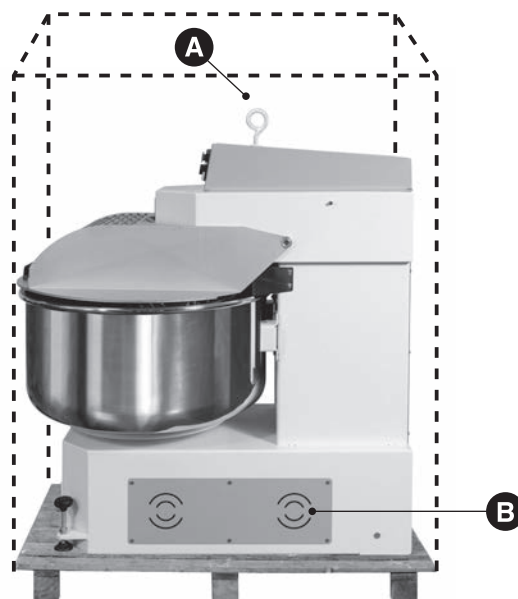
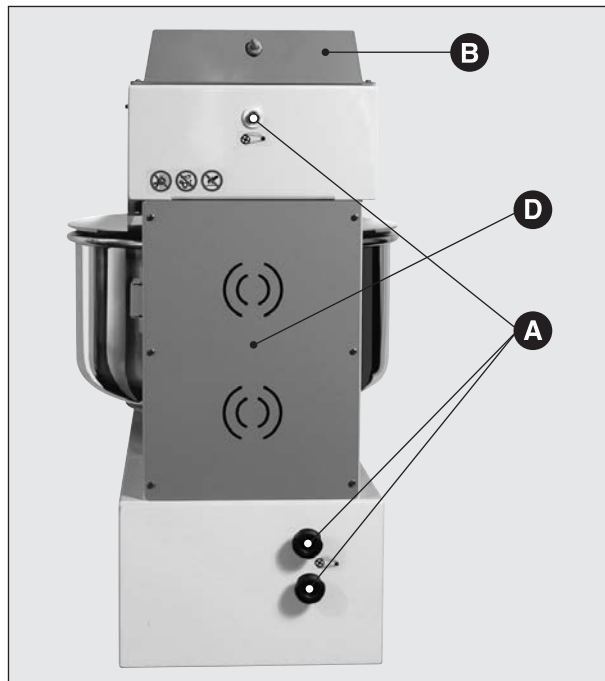

Abb. 2
Fig. 3
Dann nehme man den Plastikstöpsel auf dem Oberteil der Maschine ab und schraube die in der Schlüssel befindliche Transportöse (Abb. 2 A) fest an.
- für die inneren Teile: abnehmen die hintere Platte (**Abb. 3 C** und **D**), säubern und denken auch an das Vorkommen von Fett und Lebensmittelstaub. Bringen Sie die Platte wieder an.
Dazu montieren Sie die hintere Platte aus (**Abb. 2 B** und **3 C**), überzeugen Sie sich, dass die Riemen (**Abb. 3 A**) genügend gespannt ist, und, wenn nötig, schrauben Sie die Schraube (die durch eigene